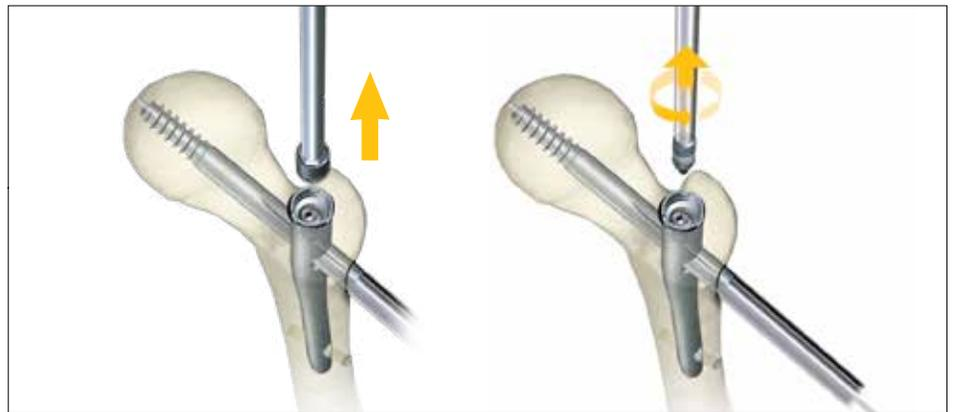

Fig. 172
Paso 3: retirada del tapón y del tornillo prisionero (fig. 172)